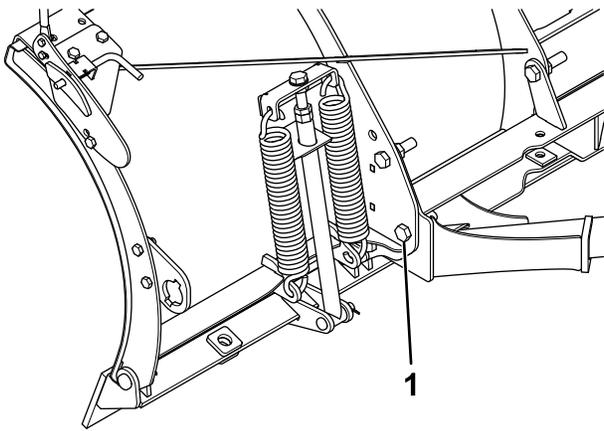

Bild 6
10. Entfernen Sie die Schraube und die Sicherungsmutter, die die in Bild 6 dargestellten Schubrahmenbaugruppe sichern. Entsorgen Sie die Schraube, behalten Sie die Sicherungsmutter.